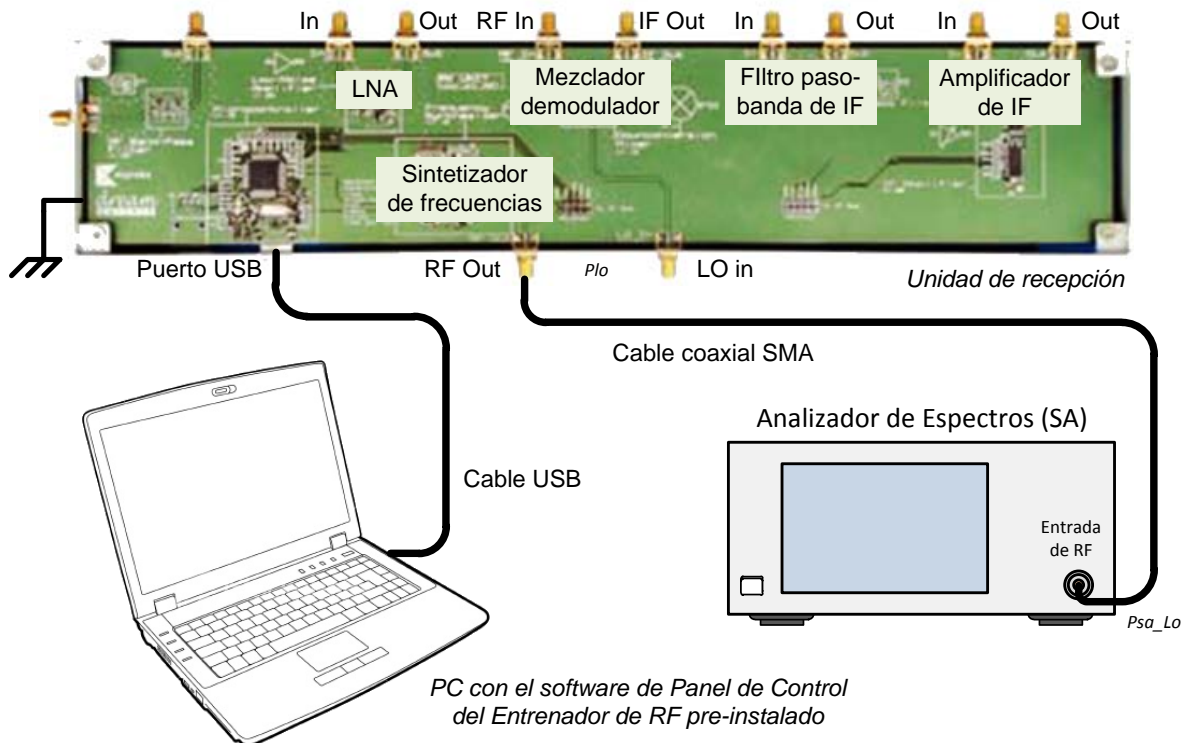

Figura 2 – Conexión de los equipos para determinar el nivel de salida del LO
Para determinar el nivel de potencia de salida del oscilador local (LO), hemos de conectarlo directamente al SA como se muestra en la Figura 2.